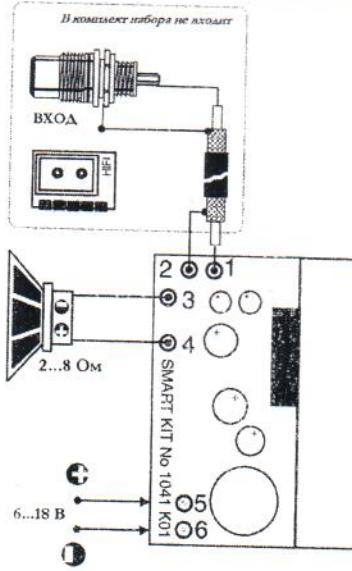

Рис.3 Схема подключения усилителя
- следуя схеме показанной на рис.3, подключите источник питания (6...18 В) и нагрузку (2...8 Ом);